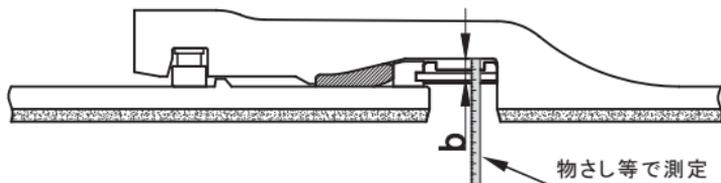

図 32 スペーサの高さ測定
- 4) 図 32 に示す通り、受口内面に対するスペーサの高さ b 寸法を測定する。 b 寸法の合格範囲は呼び径 1500 の場合 18mm 以下、呼び径 1600 ~ 2400 の場合 22mm 以下、呼び径 2600 の場合 27mm 以下である。